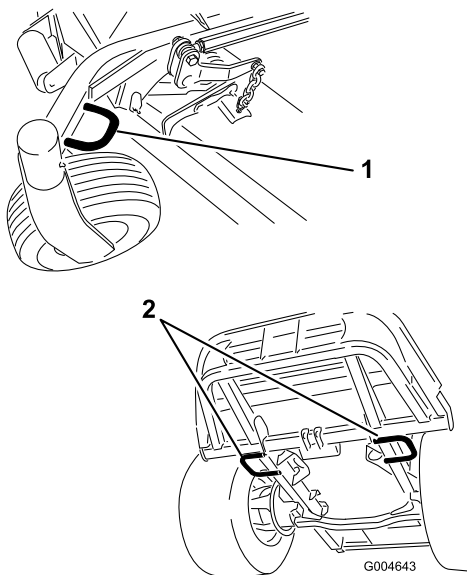

Bild 37
- Befestigen Sie die Maschine mit den gesetzlich vorgeschriebenen Riemen, Ketten, Kabeln oder Seilen am Anhänger (Bild 37).